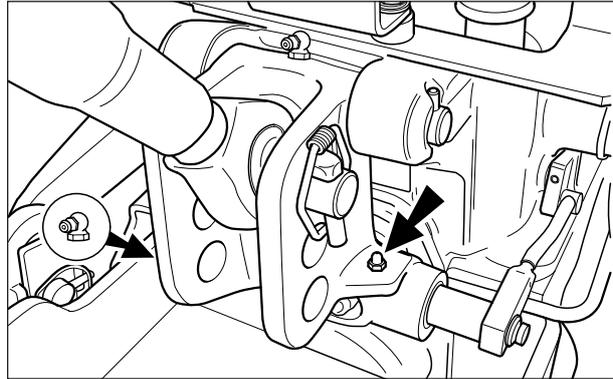

Abb.7-18
- Heckkraftheber: 2 Schmiernippel (Abb.7-18)